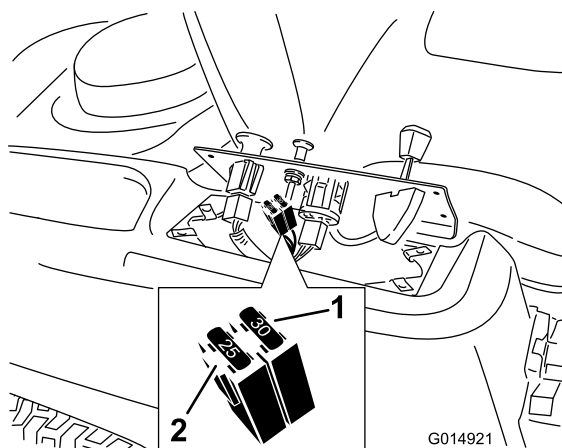

Figura 41
2. Levante o painel de controlo para ter acesso à cablagem principal e ao bloco de fusíveis (Figura 41).
3. Para substituir fusíveis, puxe o fusível para o retirar (Figura 41).